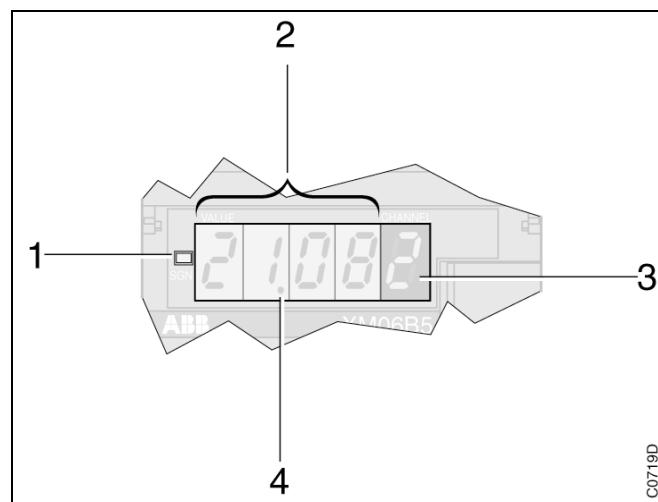

Figura 0-14: Descripción del display
6.2. Display analógico (ver Figura 0-14)